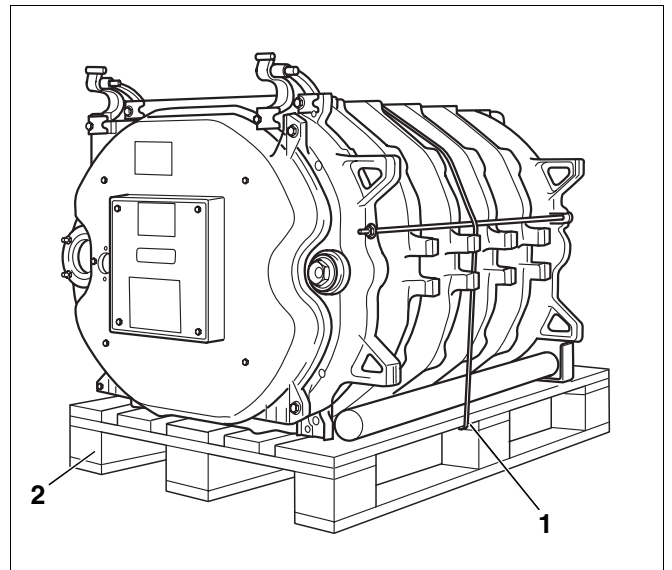

Fig. 18 Kjelblokk på pall
- Skjær over sikringsbåndet (fig. 18, **pos. 1**).
- Fjern pallen før oppstilling (fig. 18, **pos. 2**).